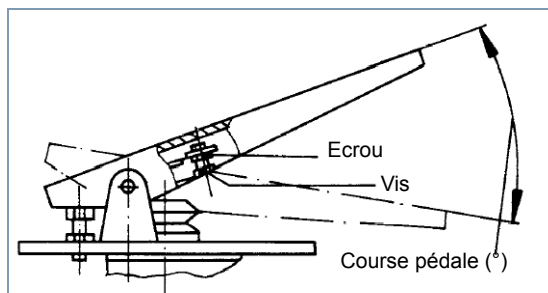

Fig. 5 Pédale
- Dévissez l'écrou (voir fig. 5).
- Tournez la vis jusqu'à contact de la pédale et la bloquez avec l'écrou ($M = 4 \text{ Nm}$) voir fig. 5.